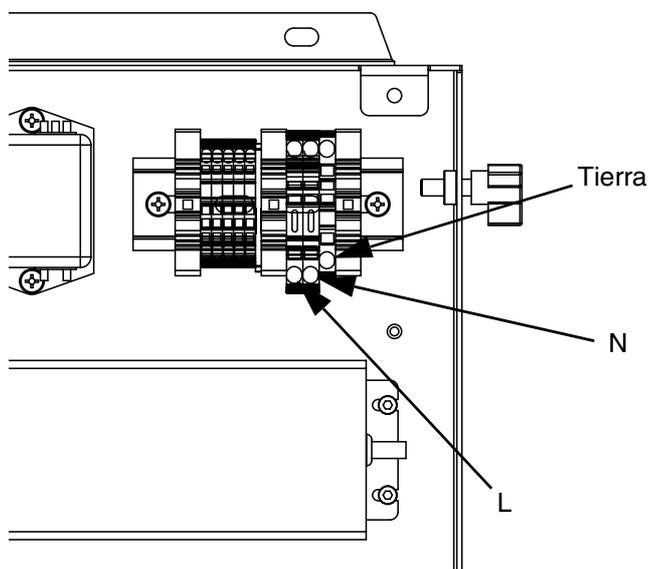

FIG. 11: Cableado de 100-240 VCA
- Para el cableado de 100-240 VCA consulte la FIG. 11.